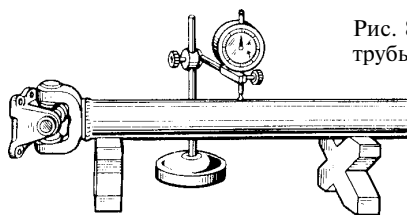

Рис. 8.3. Замер биения трубы карданного вала
1. Выправьте или замените погнутый вал. После правки допустимое биение вала должно быть не более 0,6 мм в любой точке по его длине (рис. 8.3). Правьте вал на призмах.